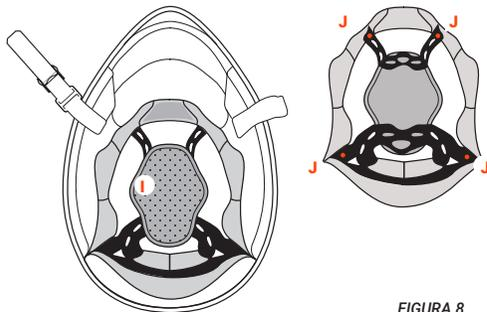

FIGURA 8
**Acolchado central interno: CALOTA PEQUEÑA –I– Figura 8**